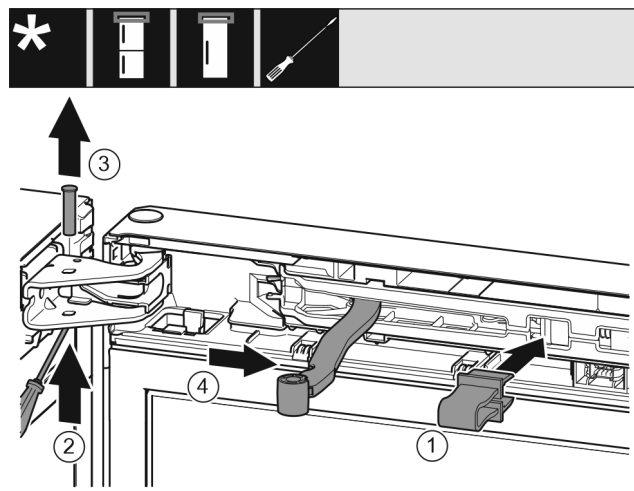

Fig. 9
- ▶ Zabezpieczenie zazębic w otworze. Fig. 9 (1)
- ▶ Sworznie wysunąć przy pomocy śrubokręta. Fig. 9 (2)
- ▶ Sworznie wyjąć w górę. Fig. 9 (3)
- ▶ Przegub obrócić w kierunku drzwi. Fig. 9 (4)